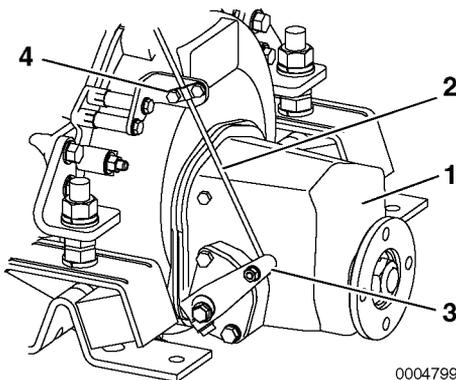

Abbildung 5
1. Prüfen Sie, ob sich der Steuerhebel (**Abbildung 5, (3)**) auf die richtige Position verschiebt, wenn der Fernsteuerungsgriff auf die Positionen NEUTRAL, VORWÄRTS und RÜCKWÄRTS gesetzt wird.
2. Gehen Sie von der Position NEUTRAL aus, wenn Sie Einstellungen vornehmen. Wenn eine Abweichung zu erkennen ist, lösen Sie die Klammer (**Abbildung 5, (4)**) des Bowdenzugs auf Kupplungsseite und stellen Sie den Seilzug ein.